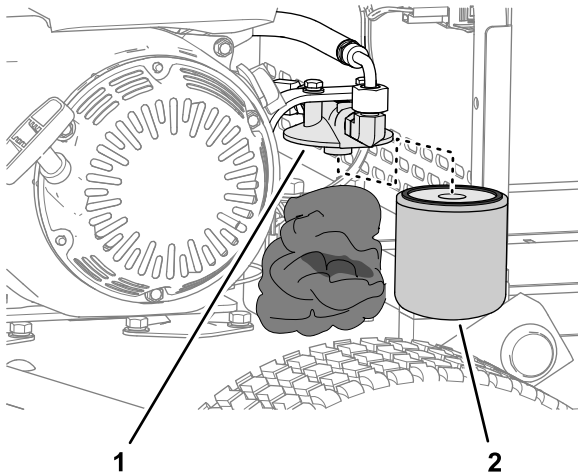

Figura 38
- Coloque paños debajo del filtro hidráulico (Figura 38)
- Retire con cuidado el filtro hidráulico (Figura 38).
- Instale el filtro sobre el cabezal del filtro a mano (Figura 38) hasta que la junta entre en contacto con el cabezal del filtro y, a continuación, apriete el filtro 3/4 de vuelta más.